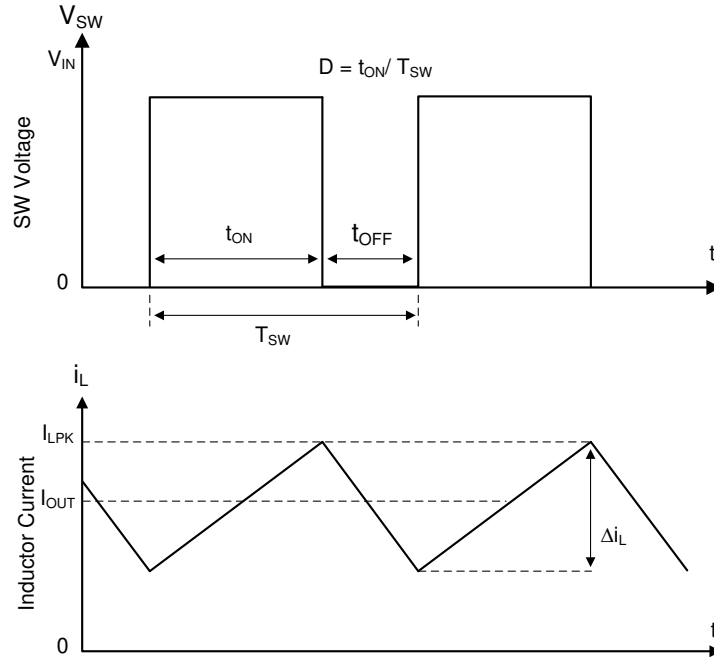

図 7-1. 連続導通モード (CCM) における SW ノードとインダクタ電流の波形
LMR544xx の以下の動作の説明は、セクション 7.2 と以下の波形 (図 7-1) を参照しています。LMR544xx は、ハイサイド (HS) およびローサイド (LS) スイッチ (同期整流器) を内蔵した同期整流降圧コンバータです。LMR544xx は、制御されたデューティ サイクルでハイサイドおよびローサイドの NMOS スイッチをオンにすることにより、出力電圧の安定化を実現します。ハイサイド スイッチのオン時間中には、SW ピンの電圧がほぼ V_{IN} まで上昇し、インダクタ電流 i_L が $(V_{IN} - V_{OUT})/L$ の傾きで直線的に増加します。制御ロジックによってハイサイド スイッチがオフになると、貫通電流を防止するデッドタイムの経過後に、ローサイド スイッチがオンになります。インダクタ電流は、ローサイド スイッチを通して $-V_{OUT}/L$ の割合で放電されます。降圧コンバータの制御パラメータは、デューティ サイクル $D = t_{ON}/t_{SW}$ と定義されます。ここで、 t_{ON} はハイサイド スイッチオン時間、 t_{SW} はスイッチング周期です。コンバータ制御ループは、デューティ サイクル D を調整することにより、出力電圧を一定に維持します。損失を無視できるような理想的な降圧コンバータでは、次の式のように、 D は出力電圧に比例し、入力電圧に反比例します。 $D = V_{OUT} / V_{IN}$ 。